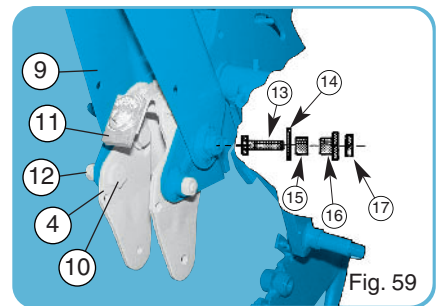
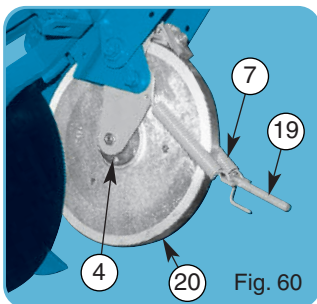
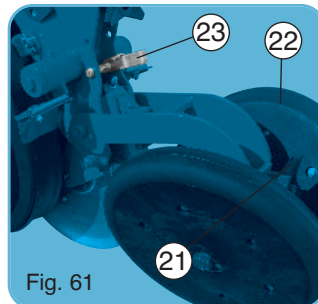

Fig. 59
Fig. 60
Fig. 61
- Présenter le cadre ④ sans la roue plombuse, mettre en place les vis épaulées ⑩ et les écrous ⑫ (fig. 59).
- Récupérer les 2 ressorts ⑦, les monter sur le cadre ④ (fig. 60). Respecter l'orientation de l'embout de réglage ⑱.
- Mise en place de la roue ⑳.
- Mise en place de la poignée ㉑ (fig. 61).
- Position de fonctionnement (fig. 61).
- Demontieren Sie die hintere Andruckrolle und entfernen Sie die Feder ⑦ gleichzeitig mit der Distanzhülse ⑧ - Fig. 59.
- Den Rahmen ④ ohne Andruckrolle in Position ⑩ mit Schraube und Mutter ⑫ anschrauben. Weiter Schraube ⑬ in die Halterung der hinteren Andruckrolle ⑨ mit Abstandshülse ⑮ Unterlegscheibe ⑭ und Spezialmutter ⑯ und Kontermutter ⑰ einsetzen.
- Die zwei Federn ⑦ in den Rahmen ④ - Fig. 60 - einsetzen. Achten Sie auf die richtige Anbringung des verstellbaren Endteils ⑱.
- Verstellerschraube ㉑ für Fig. 61 anbringen
- Führen Sie die Pos. Fig. 61 aus
- Position the frame ④ without the press wheel, and put the turned screws in place ⑩ and the nuts ⑫ (fig. 59).
- Take the 2 springs ⑦, and assemble them on the frame ④ (fig. 60). Respect the orientation of the adjusting end part ⑱.
- Position the adjusting handle ㉑ (fig. 61).
- Operation position (fig. 61).